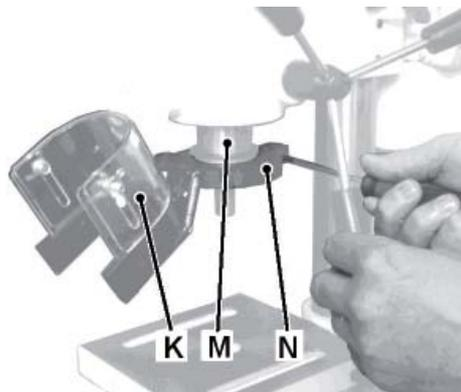

Рис. 2
- Встановіть захист патрона (K, Рисунок 2) на свердлильну піноль (M), перш ніж монтувати патрон.